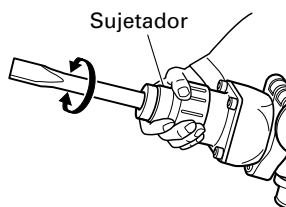

Fig. 9
- (c) Gire la palanca selectora como se muestra en la Fig. 9 y fije la herramienta en la dirección de trabajo deseada.
- (d) Cambia la palanca selectora a "martilleo" de acuerdo con los procedimientos mencionados en el ítem (1) anterior y asegure la posición de la herramienta.